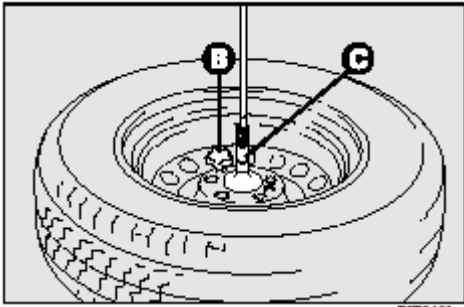

рис. 7
- Открутить болт **В** – **рис. 7** и отстегнуть колесо от удерживающего ремня затем освободить его от зубчатой опоры **С**, развинтив 2 винта;
□ компрессор **D- рис.7** с манометром и переходниками;